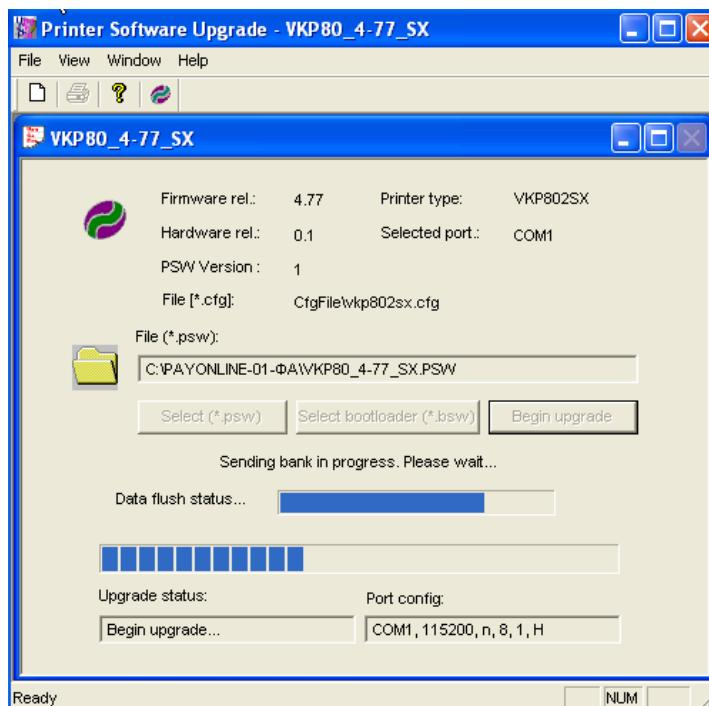

Рисунок 10 – Программирование принтера.
3.3.11 Далее должно начаться программирование (см. рис. 10).